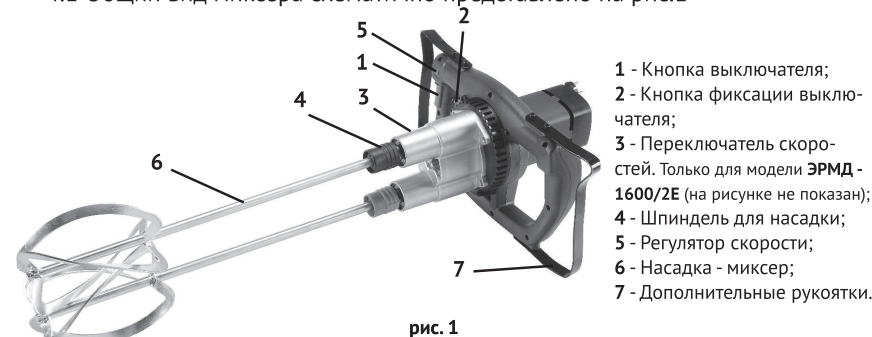

рис. 1
4.1 Общий вид миксера схематично представлено на рис.1 *
7.1 Перед использованием, для удобства пользователя, установите с помощью винтов две дополнительные рукоятки 7 (рис. 1).
7.2 Установите две насадки - миксер 6 (рис. 1) с помощью ключа, обращая внимание на правильность и надёжность крепления хвостовика насадки в резьбовом отверстии шпинделя 4 (рис. 1).
7.3 Миксер имеет 2 режима скорости (только для модели ЭРМД - 1600/2Е), которые устанавливаются при помощи переключателя 3 (рис. 1).
7.4 Включение миксера производится нажатием кнопки выключателя 1 (рис. 1).
Скорость вращения плавно регулируется от 0 до максимума регулятором 5 (рис. 1) с одновременным погружением насадки в материал, предназначенный для перемешивания.